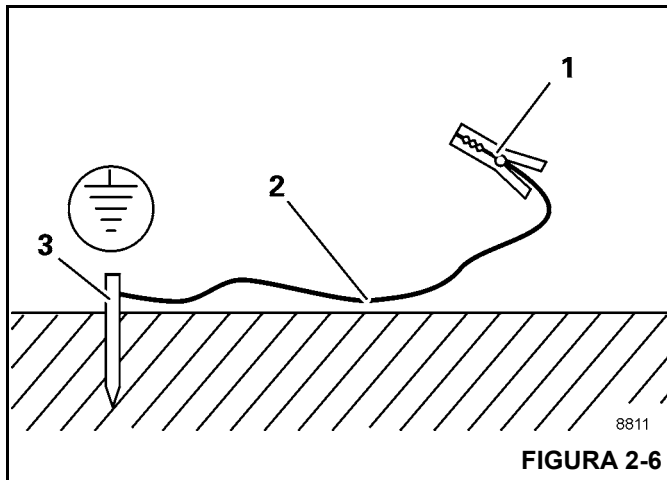

FIGURA 2-6
1. Martele uma haste de metal (3, Figura 2-6) (comprimento de aproximadamente 2,0 m (6.6 pés)) pelo menos 1,5 m (5 pés) no solo.
2. Umedeça o solo ao redor da haste de metal (3) para obter melhor condutividade.
3. Prenda um cabo isolado (2) na haste de metal (3) seção transversal de pelo menos 16 mm2 (0.025 pol.2).
4. Conecte a extremidade livre do cabo com um grampo (1) a um local com boa condutividade elétrica na estrutura.